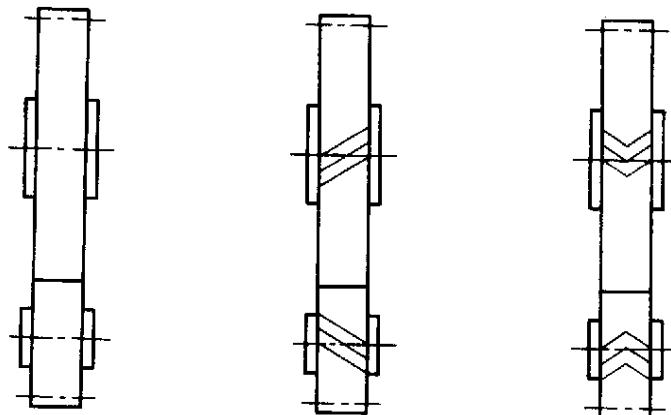

图 10
- 2.2** 在平行于圆柱齿轮、圆锥齿轮轴线的投影面的视图中，啮合区的齿顶线不需画出，节线用粗实线绘制；其他处的节线用点划线绘制（图10、14）。